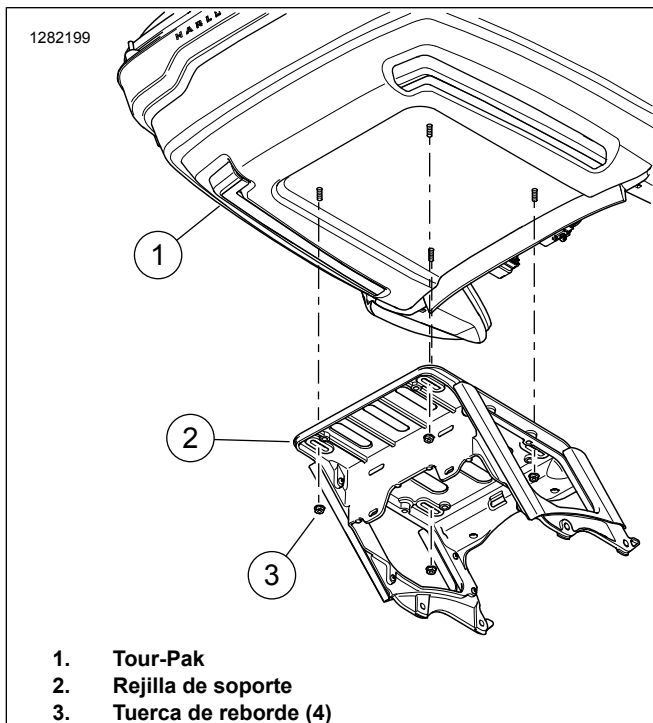

Figura 3. Soporte del Tour-Pak
- b. Vea Figura 3 . Quite las tuercas de reborde (3) que aseguran el Tour-Pak a la rejilla de soporte.